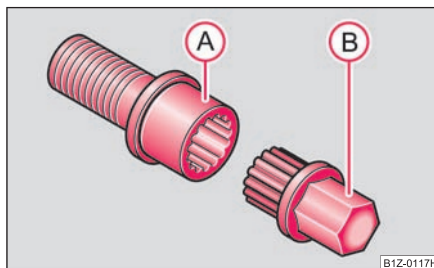

Fig. 226 Șurub de siguranță cu adaptor
- Introduceți adaptorul (B) cu partea zimțată până la limită pe interiorul zimțat al șurubului de siguranță (A), astfel încât să se mai vadă numai partea hexagonală ⇒ fig. 226.
- Împingeți cheia de roată până la capăt, pe adaptor (B).